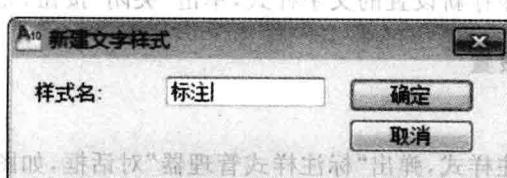

图 1-16 “新建文字样式”对话框
1)单击“新建”按钮,弹出“新建文字样式”对话框,如图1-16所示,输入“标注”为新样式名称,单击“确定”按钮后,对“标注”文字样式进行设置。